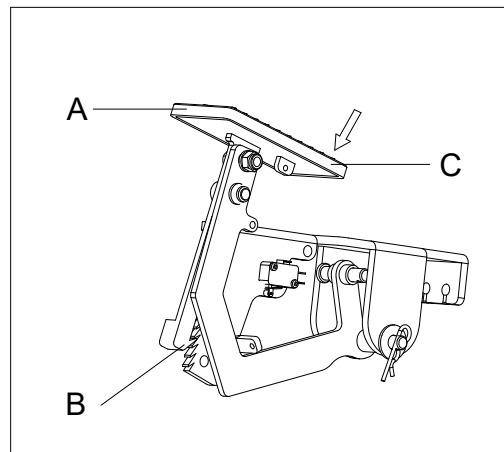

Figura 11
1. Engate o travão de estacionamento pressionando a parte dianteira do pedal (A, Figura 11) e engate a alavanca (B, Figura 11).
2. Desengate o travão de estacionamento pressionando a parte de trás do pedal (C, Figura 11) e soltando-o.